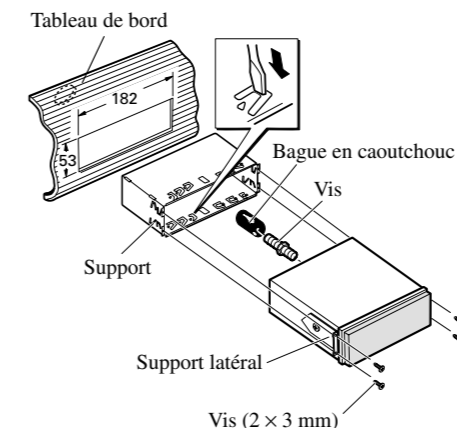

Fig. 16
- 2. **Installez l'appareil dans le tableau de bord. (Fig. 16)**